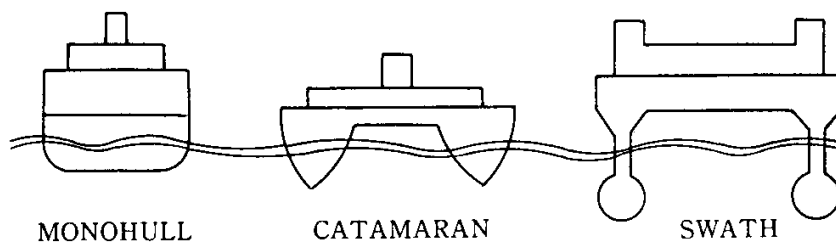

図7：構造形状による船の分類(1) [4]
1. 単胴船 (Monohull) : 普通、船といわれるものはこの形のものが多く。(図7左)
2. 双胴船 (Catamaran) : 二つの細長い船体の上に甲板を張り渡した船。(図7中) 双胴船には水面下の船体の形によって、半没水型双胴船 (Semisubmerged Catamaran) と呼ばれるものがある。それは双胴船の水中部が魚雷のような形をしており、水面付近の水線面積 (水平な面で切った切り口の面積) が小さいため単胴船に比べて揺れにくく、SWATH (Small Waterplane Area Twin Hull) とも呼ばれる。(図7右)